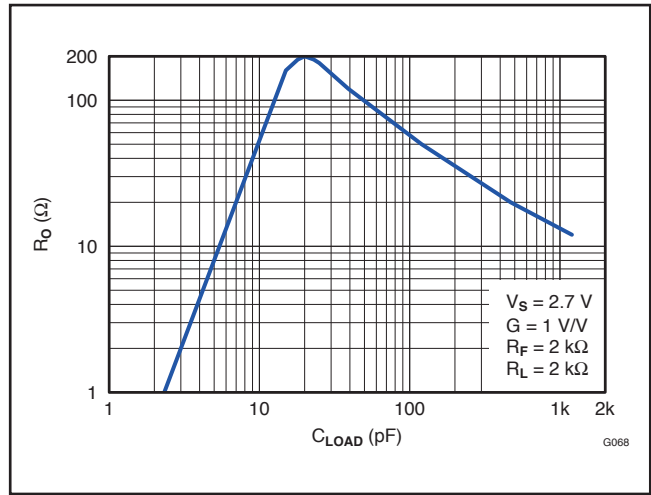
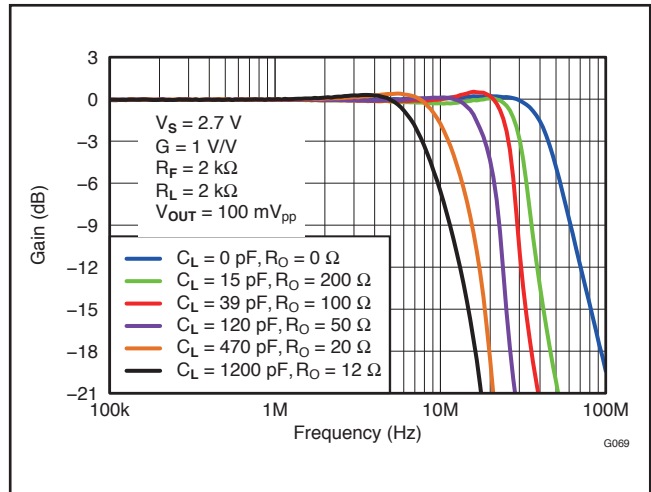

図 80. 平坦な周波数応答を得るための推奨直列出力抵抗 対 容量性負荷
図 81. さまざまな R_O および C_L 値での周波数応答
R_O を挿入すると、位相シフトが補償され、位相マージンが回復されますが、帯域幅が制限されます。図69の回路は、2k Ω の負荷抵抗とともに V_{OUT+} および V_{OUT-} 間に容量を差動配置した場合に、容量性負荷 C_L に対して最適な R_O を求める測定回路です。図80は、容量性負荷 C_L に対する R_O の最適値を示し、図81は、さまざまな値での周波数応答を示しています。2.7Vと5Vのどちらの電源でも性能は同じです。
4. 直列出力抵抗は、出力ピンにできる限り近づけて配置することを推奨します。設計で予想される容量性負荷に対して推奨される値については、図80「推奨直列出力抵抗 対 容量性負荷」を参照してください。